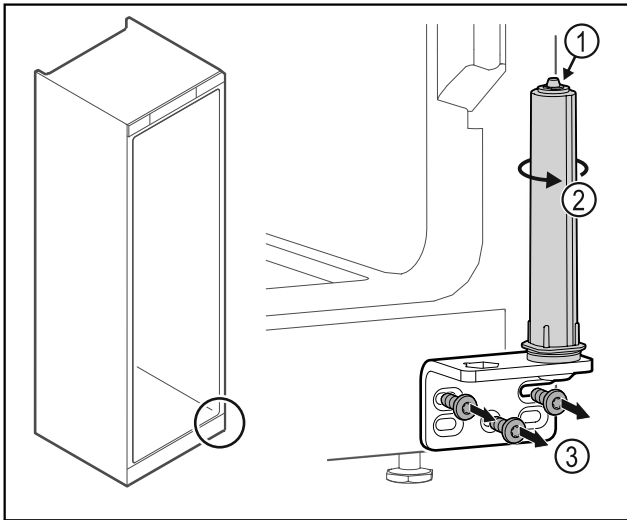

Fig. 21
- Μην αποσυναρμολογείτε το σύστημα κλεισίματος πόρτας Fig. 21 (1).
- ▶ Περιστρέψτε το σύστημα κλεισίματος Fig. 21 (2), μέχρι να κάνει κλικ.
- ▶ Ξεβιδώστε τη γωνία μεντεσέ Fig. 21 (3).